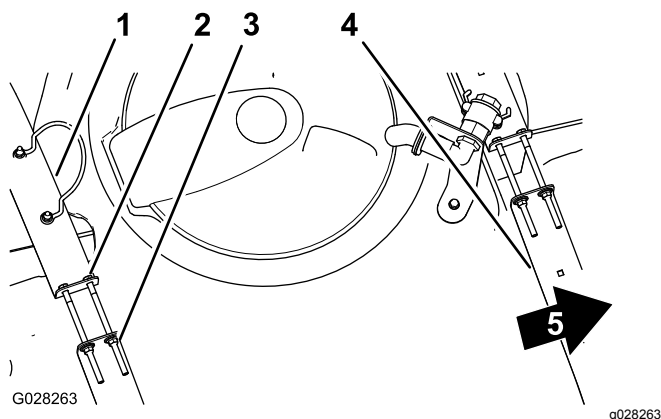

Figura 81
2. Verifique se há algum movimento entre as correias do depósito e o depósito (Figura 81).
3. Se as correias do depósito estiverem largas, aperte os parafusos e as porcas de bloqueio na parte superior das correias até estas ficarem justas à superfície do depósito (Figura 81).